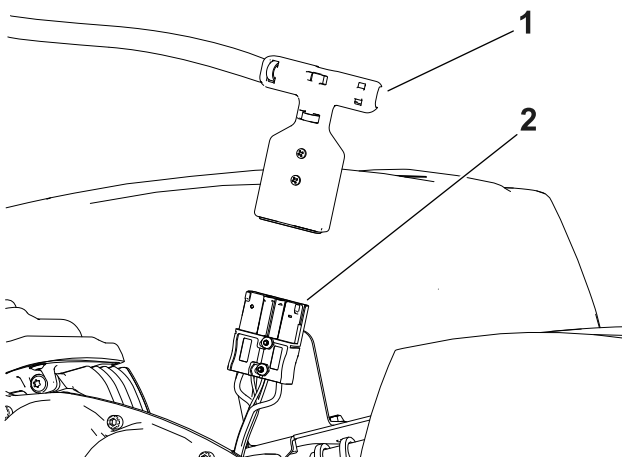

Figure 34
5. Débranchez la batterie en séparant le connecteur à poignée en T du connecteur d'alimentation principale (Figure 34).